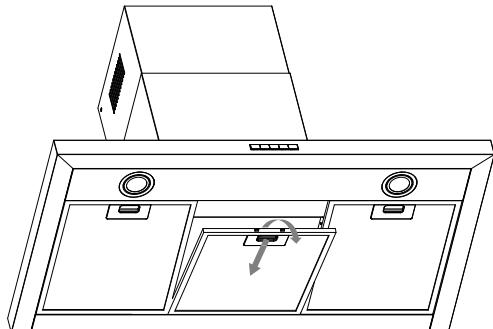

图 11
- 按照图 11 拆卸过滤器。
- 参见图 11，拆卸过滤器。